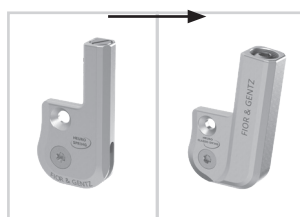

図24
- 3 適正なシステム幅の、**NEURO CLASSIC-SWING**システム関節の機能ユニットを取り付けます(図24)。